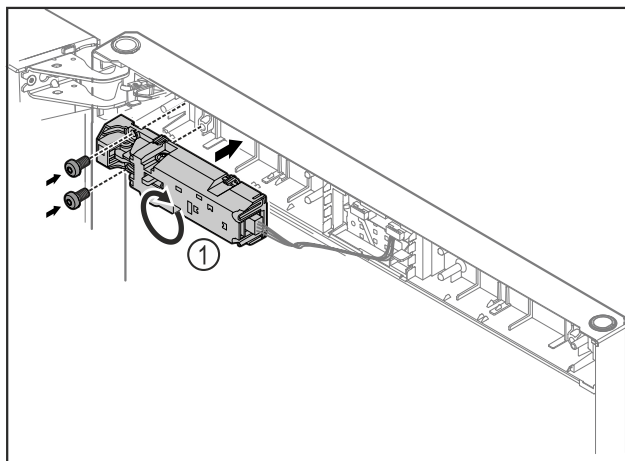

Fig. 13
- ▶ Okrenite daljinsku bravu Fig. 13 (1) za 180° i pričvrstite je na suprotnu stranu.